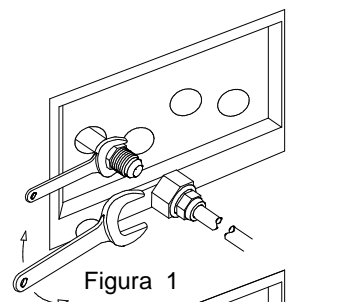
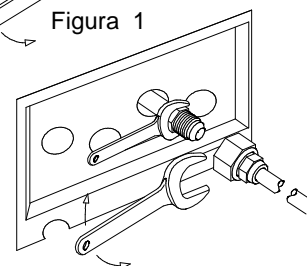

Figura 1
Figura 2
- Collegare la linea preparata al rubinetto di intercettazione con l'ausilio di due chiavi come indicato (in figura 1 per quanto riguarda il primo circuito, figura 2 per il secondo).